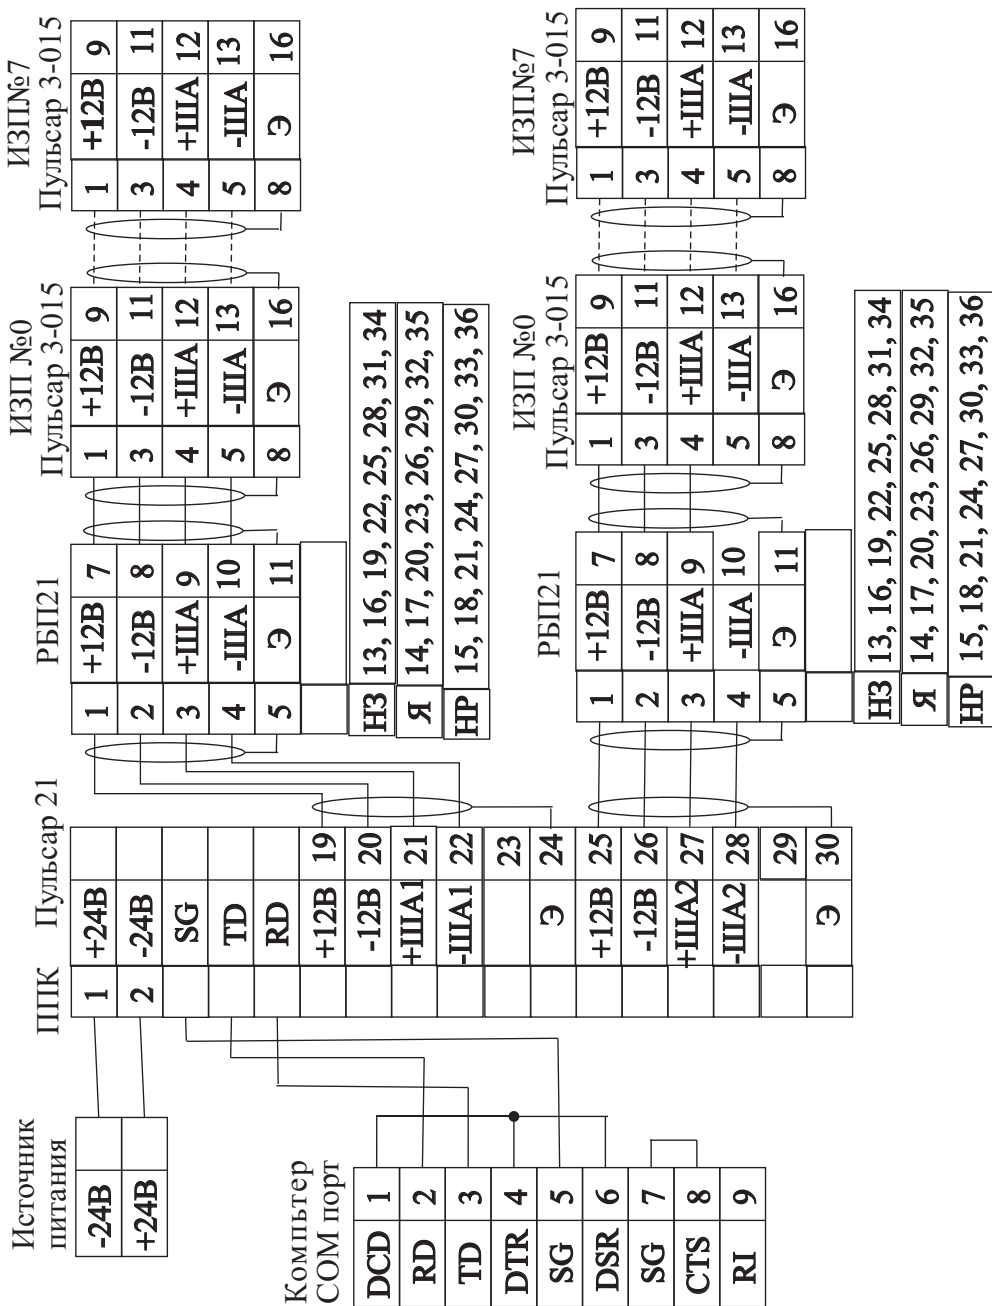

Рис. 5 Схема подключения извещателей “Пульсар3-015” к ППКП “Пульсар21”
2.2.8 Подключить к клеммной колодке входной и выходной шлейфы пожарной сигнализации в соответствии с рис 4 при работе с безадресным ППКП (“Сигнал20”) и с рис.5 при работе с адресным ППКП (“Пульсар21”). Монтаж шлейфов рекомендуется выполнять кабелем типа “витая пара в экране”(КПСЭВ 4*0,35;КВБбШвнг 4*1)